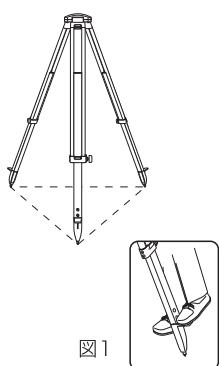

図1
- (1) 目の高さまで三脚を伸ばし、固定ネジで締めます。
- (2) 三脚を開いて石突きを踏み込み、三脚をしっかりと固定します。(図1)
- (3) 脚頭がほぼ水平になるように三脚を調整し、脚頭に本体を載せ、定芯桿で固定します。